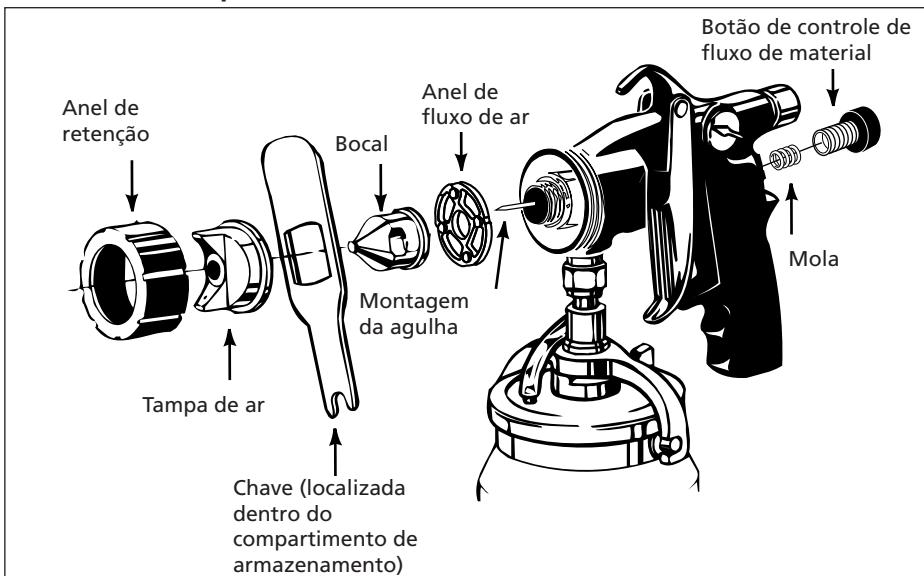

Figura 5 - Instalação da agulha/bocal
- montagem da agulha (Figura 5).